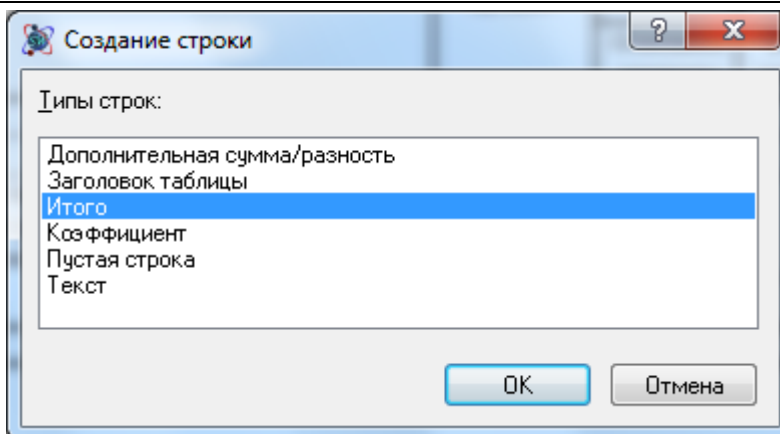

Рис. 3.17 Диалоговое окно Создание строки
3. В диалоговом окне *Создание строки* выбрать тип строки «Итого» (рис. 3.17) и нажать на кнопку ОК;